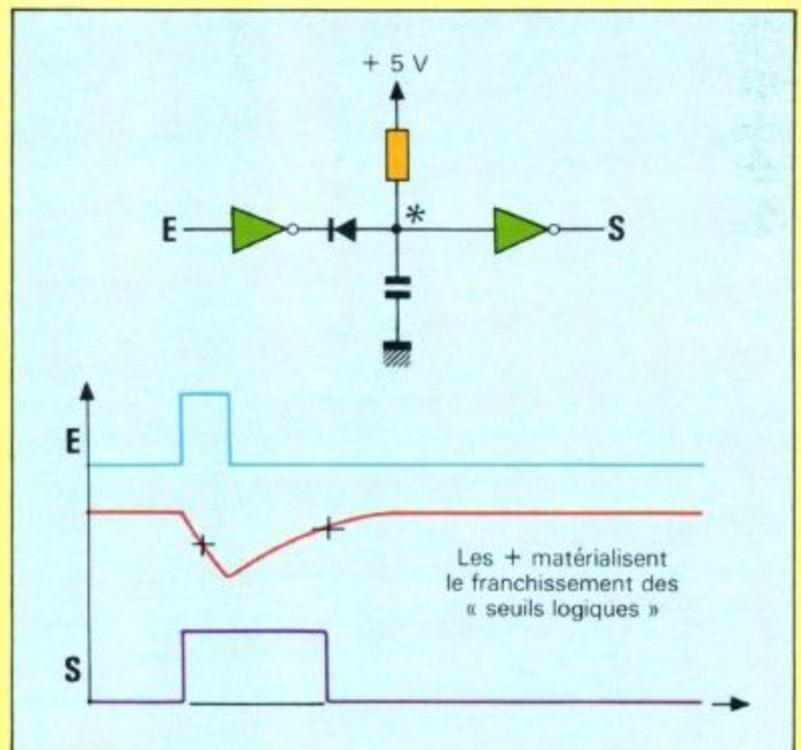

Fig. 13. - Le dilateur au complet.
- reste à 1 tant que le condensateur ne s'est pas rechargé jusqu'à présenter un niveau assez haut ; ce qui demande une fraction du classique délai RC (fig. 13).